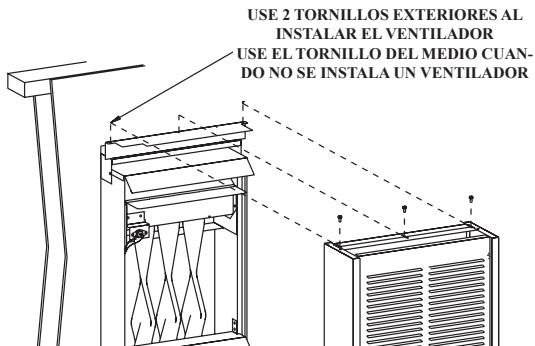

Figura 1
9. Fijar la carcasa exterior al ensamblaje del cabecero. Importante: No se usara el agujero de la claridad. Los dos agujeros de claridad se usaran para unir la carcasa exterior al ensamblaje del cabecero, el (1) tornillo del paso 4 y (1) tornillo suministrado en el paquete de ferretería. Vea la Figura 1.